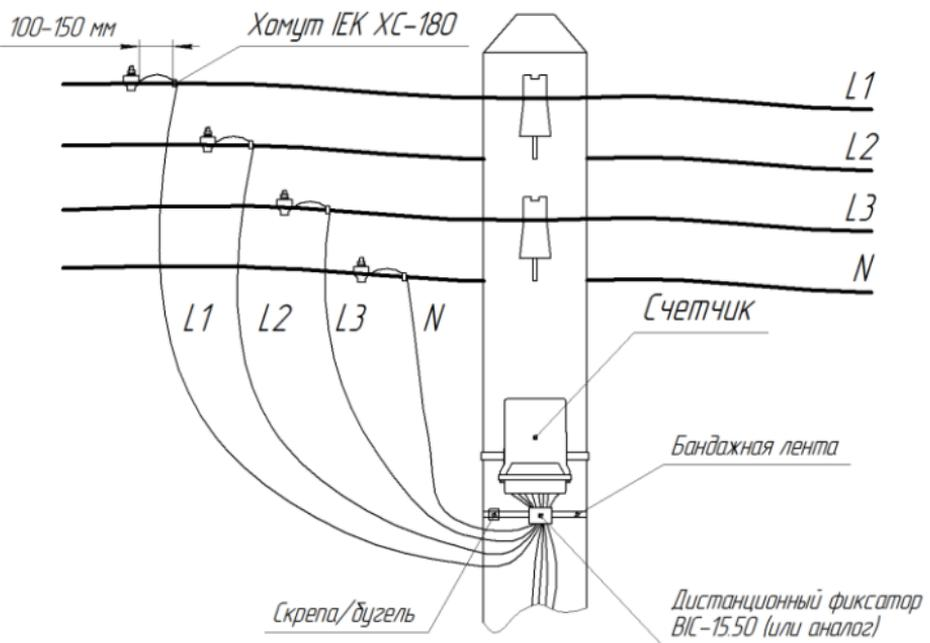

Рисунок 3.3 – подключение счетчика проводом СИП
5) **Предусмотреть запас проводов СИП (вход/выход на счетчике) длиной (100 – 150) мм для дальнейшего обслуживания счетчика (протяжка винтов и т.д.). Обязательно зафиксировать провода СИП атмосферостойким хомутом перед счетчиком вдоль опоры ВЛ-0,4 кВ (см. рисунок 3.3).**
**запрещена! Обязательно место контакта зачистить от пыли, пленок, окислов и смазать токопроводящей кварце-вазелиновой пастой (например, ПКВ). Обязательно зафиксировать провод СИП атмосферостойким хомутом, например, ИЕК ХС-180 (УНН21-D6-180-100), перед зажимом вдоль линии ВЛ-0,4 кВ (см. рисунок 3.3).**